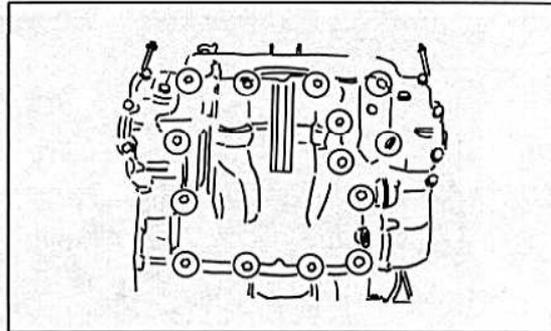

Bild 201
- Die Ölwanne vom Kurbelgehäuse abschrauben (Bild 201).